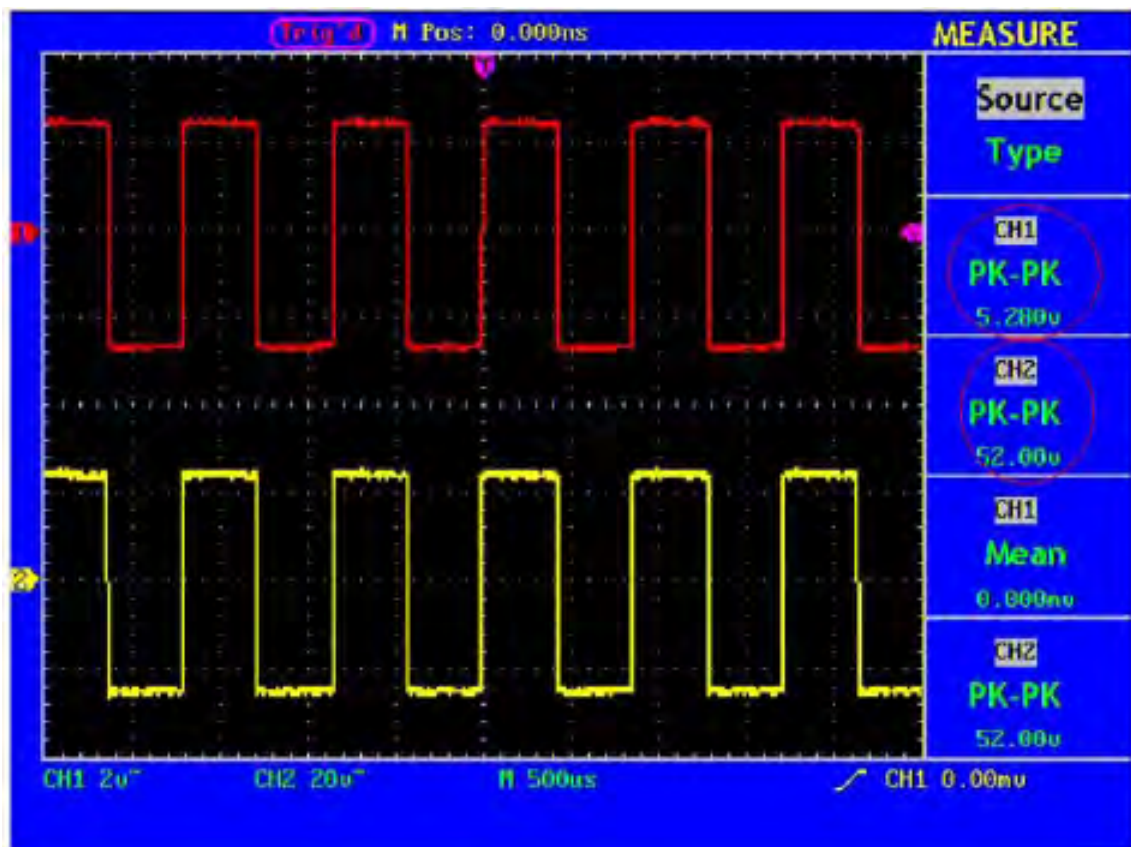

Abb. 54 Wellenform bei der Messung der Verstärkung
9. Lesen Sie die Spitze-Spitze-Werte von Kanal 1 und Kanal 2 in dem angezeigten Menü ab (siehe Abb. 54).